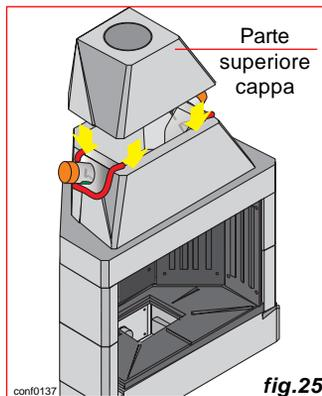

fig.25
15) Posizionare la parte superiore della cappa (fig.25).